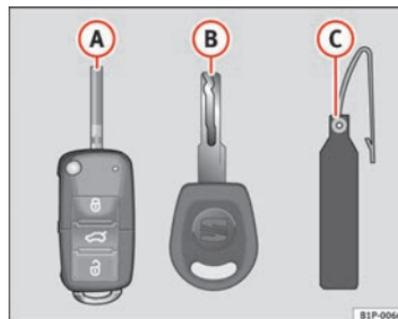

Fig. 45 Jogo de chaves
- uma chave com comando à distância ⇒ Fig. 45 **A**